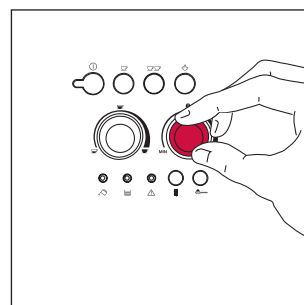

Fig.7
- 2) Réglez le bouton de droite (fig. 7) pour programmer le goût désiré du café. Plus vous tournez dans le sens des aiguilles d'une montre et plus la quantité de grains à moulinde augmentera et donnera un café plus fort. Lors de la première utilisation, il faut procéder par tentatives et faire plusieurs cafés pour trouver la bonne position du bouton. Attention à ne pas trop tourner dans le sens des aiguilles d'une montre, le café risquerait de couler trop lentement (goutte à goutte) surtout si vous devez faire deux tasses de café.
NOTA 2: si le café coule trop vite et que la crème n'est pas satisfaisante, tournez légèrement le bouton de droite (fig.7) dans le sens des aiguilles d'une montre. Procédez par tentatives et faites plusieurs cafés pour trouver la bonne position du bouton. Attention à ne pas trop tourner dans le sens des aiguilles d'une montre, le café risquerait de couler trop lentement (goutte à goutte) surtout si vous devez faire deux tasses de café. Si, au bout de quelques cafés la crème obtenue n'est pas satisfaisante, tournez également le bouton de réglage de la mouture (fig.17) d'un cran en sens inverse des aiguilles d'une montre (voir § 6).